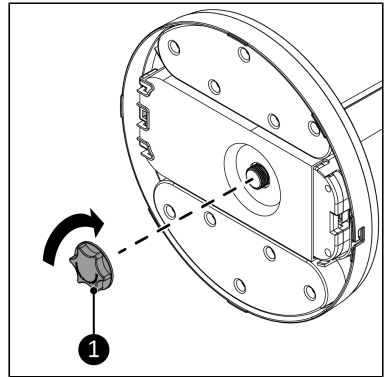

Abbildung 42.
4. Platzieren Sie die Fußsicherungsschraube (Abbildung 42, Pos. 1) und drehen Sie sie im Uhrzeigersinn, um den Fuß zu sichern.